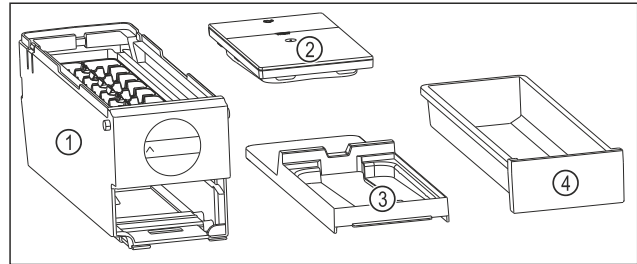

Fig. 133 EasyTwist-Ice parçaları
- EasyTwist-Ice dört parçaya bölünmüştür. (bkz. Fig. 133)
- EasyTwist-Ice sadece resimdeki parçalarına ayrılmalıdır. (bkz. Fig. 133)
- EasyTwist-Ice gövdesini Fig. 133 (1) komple temizleyin.